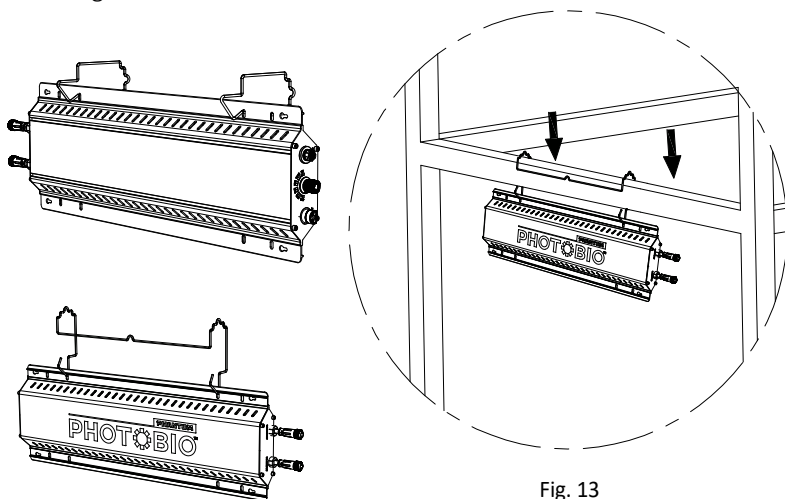

Fig. 13
1. Accrochez la boîte du contrôleur avec le support de montage et montez le driver sur le support, comme sur la Fig.13.